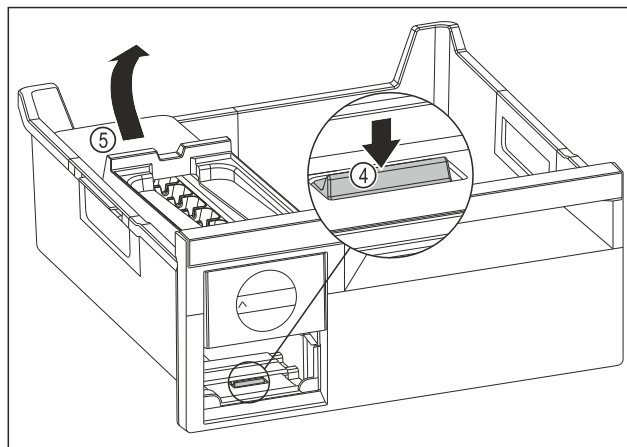

Fig. 143
- Retirer le corps de l'EasyTwist-Ice : Avec le doigt, pousser la languette Fig. 143 (4) vers le bas tout en soulevant de l'autre main le corps de l'EasyTwist-Ice Fig. 143 (5) depuis l'arrière.